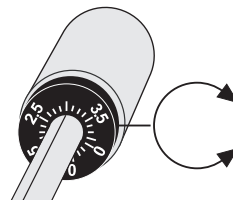

Abb. 7 Skalensystem
7. Am Gegengewicht befindet sich ein drehbarer, schwarzer Ring mit einer Skala. Die Markierungslinie auf dem Tonarm zeigt auf irgendeinen Wert der Skala. Drehen Sie den Ring auf Position „0“ ohne dabei das Gegengewicht zu verdrehen (Abb. 7).